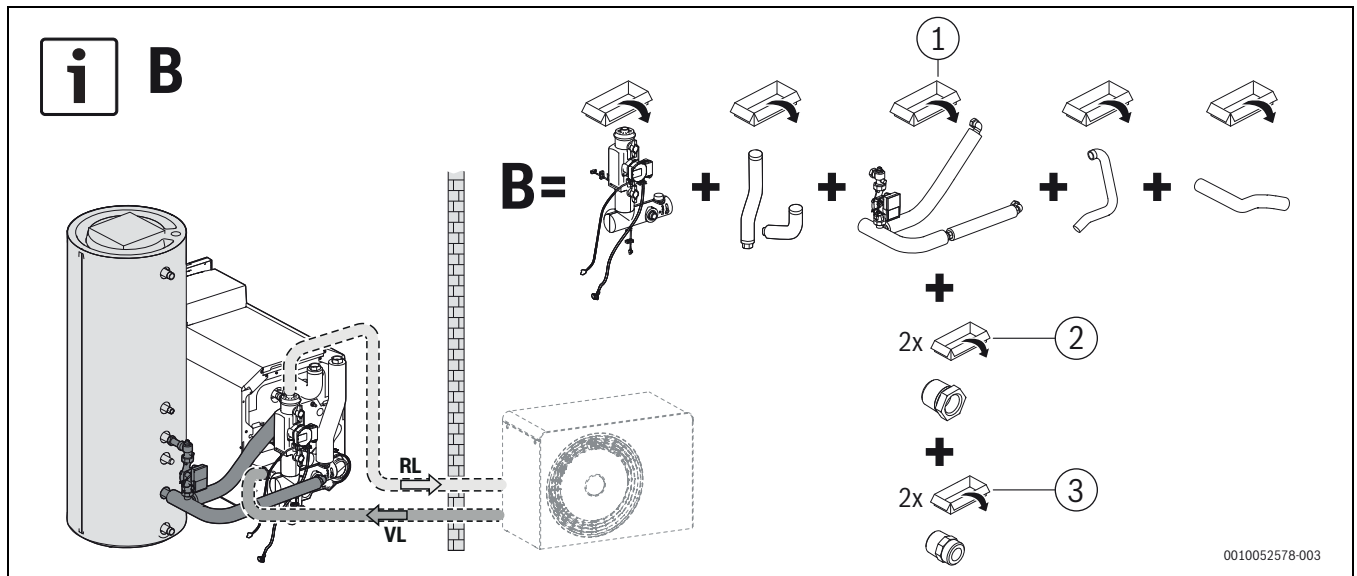
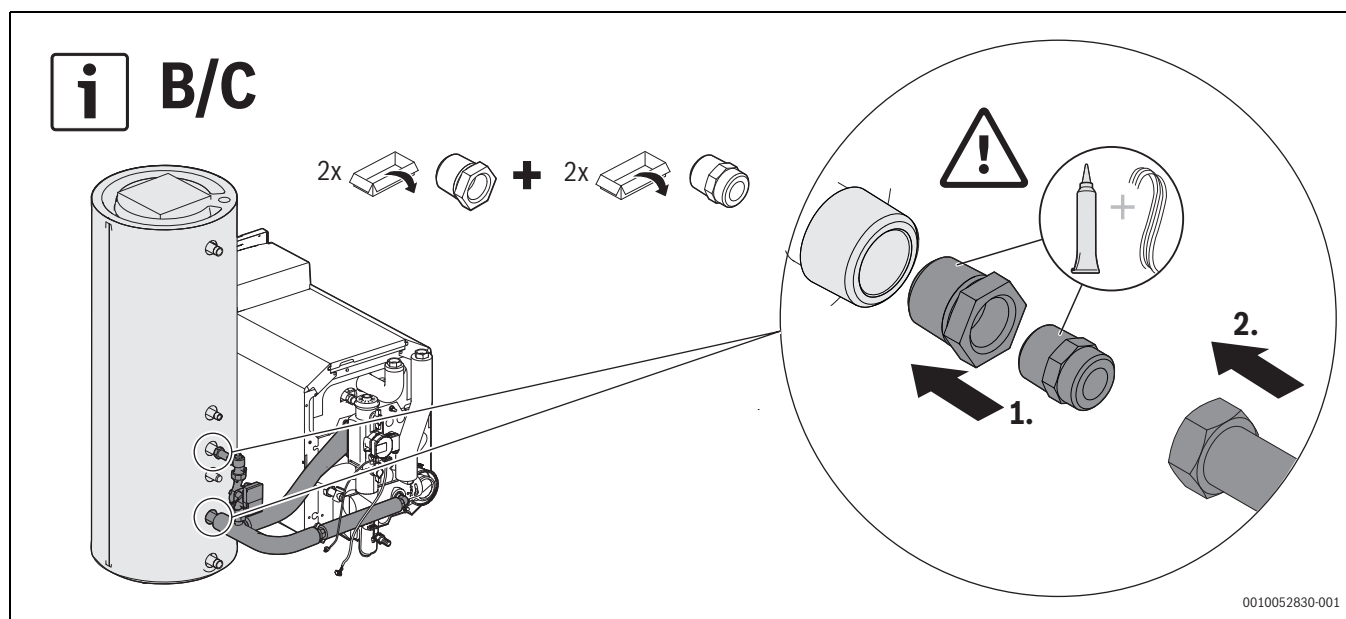

Bild 8 Speicher-Verbindung stehender Speicher rechts, Variante B, beispielhaft dargestellt für Kesselgröße 18 kW
Bild 10 Montage Speicheranbindung stehender Speicher, Varianten B und C
- ▶ Rohrgruppe entsprechend der vorgesehenen Varianten (→Bild 8 – Bild 10) montieren (→separate Installationsanleitung des Speicher-Verbindungs-Sets beachten); **Varianten B, C.**